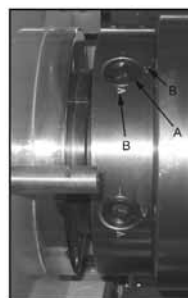

Fig. 3
5. Løft opp chucken til spindelsspissen og press den på spindelen. Dra den fast med chuckskrueene (en 1/4 omdr, medurs). Markeringen (A, fig. 3) på chuckskrueene skal stå mellom de to pilene når chuckskrueen er dratt til (B, fig. 3). Om markeringen ikke befinner seg mellom de to pilene, ta av chucken igjen og juster tappene ved å enten skru dem ut en hel omdr (om stiften ikke butter i) eller skru dem inn en hel omdr (om stiften er utenfor markeringene).